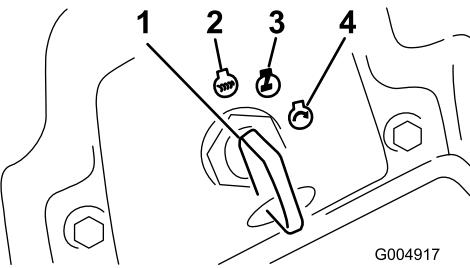

Figura 17
- Gire la llave de contacto a la posición Marcha (Figura 17).
3. Gire la llave de contacto a la posición de Desconectado (Figura 17). Espere a que se detengan todas las piezas en movimiento antes de abandonar el puesto del operador.